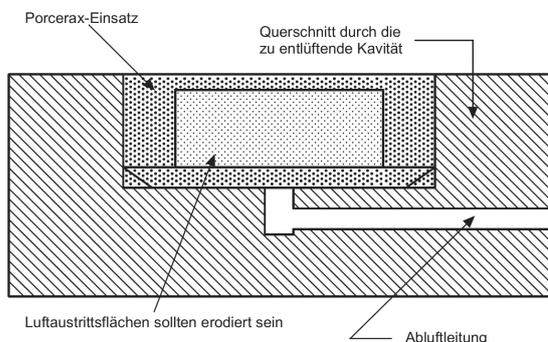

Abb. 1
**a.** Der Hohlraum, in welchen PORCERAX II eingesetzt wird, muss zum Ablassen von Gasen über eine Abluftleitung (Abb. 1) zur Umgebung verfügen.